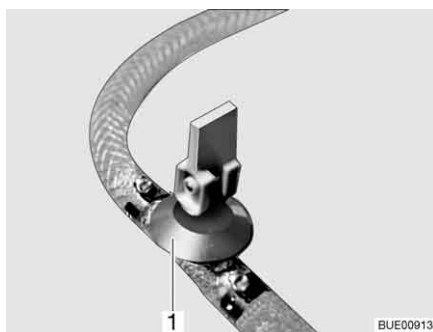
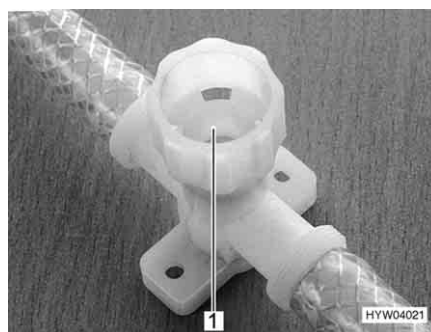

Bild 242 Avtappningskran (med vipparm)
Bild 243 Avtappningskran (med vred)
- Öppna alla avtappningskranar. Ställ för detta avtappningskranens vipparm (Bild 242,1) lodrätt eller vrid avtappningskranens kran (Bild 243,1) moturs.